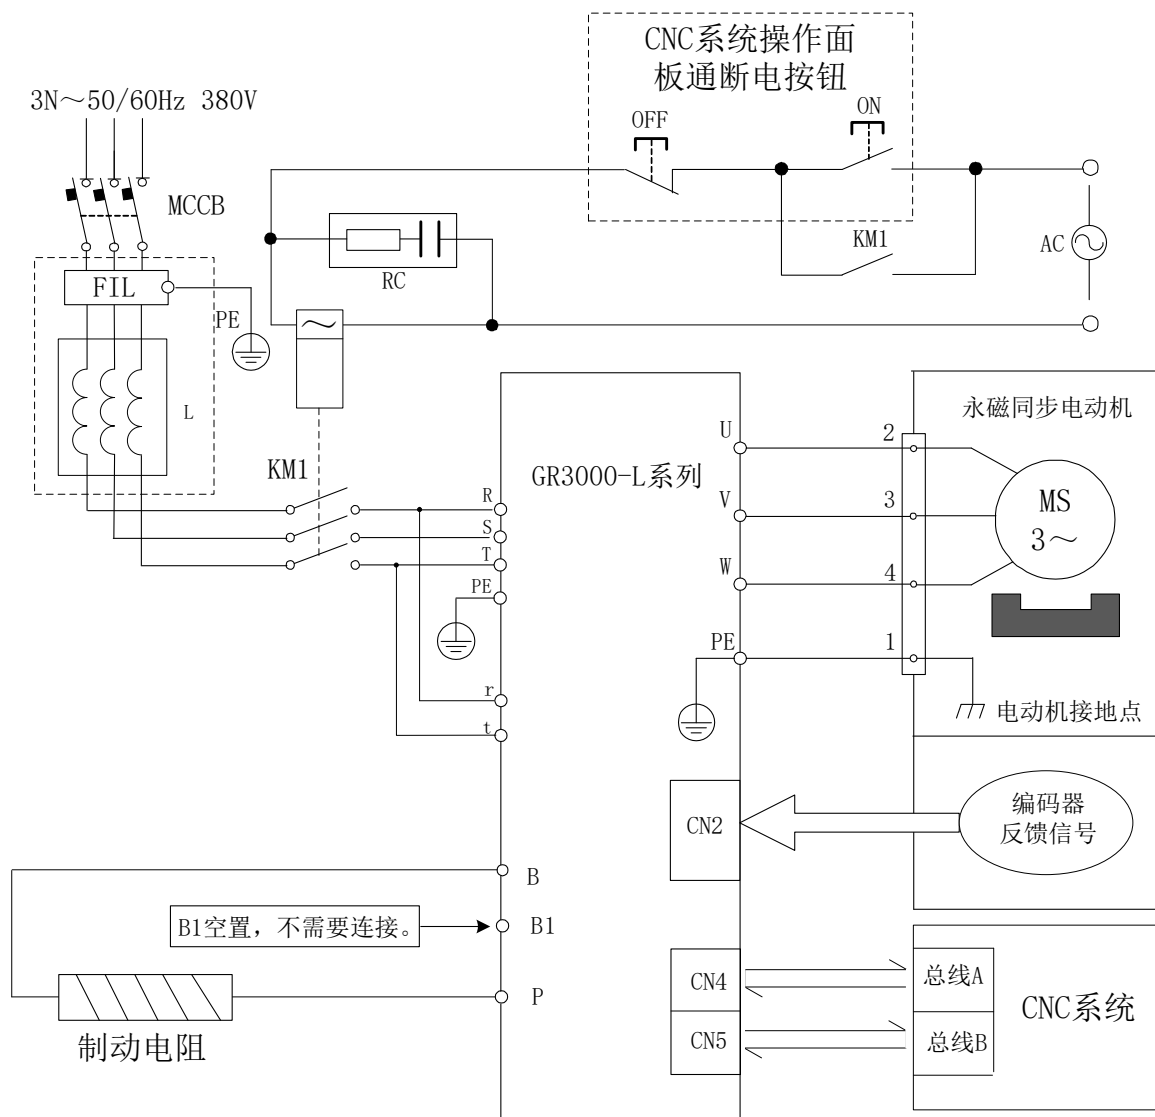

图 3-7 GR3000-L 系列产品配套交流永磁同步伺服电动机主回路接线图
- 如果用户参照图 3-7 接线，务必按照<附录 B>的描述，选择合适的断路器 MCCB。
- 图 3-7 不适用 GR3300-LA2/LS2 及 GR3450-LA2/LS2。